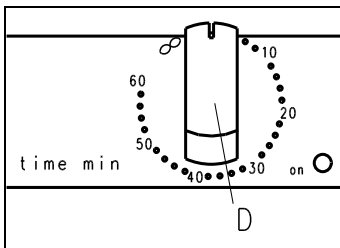

Abb.5
- Drehknopf **D** durch Rechtsdrehung auf die gewünschte Laufzeit, 1 bis 60 Minuten, oder durch Linksdrehung auf ∞ , Dauerbetrieb, stellen. **Abb.5**, grüne LED leuchtet.
- Drehknopf **D** durch Links- oder Rechtsdrehung auf **I** stellen. Der Teilvorgang wird gestoppt. **Abb.5**